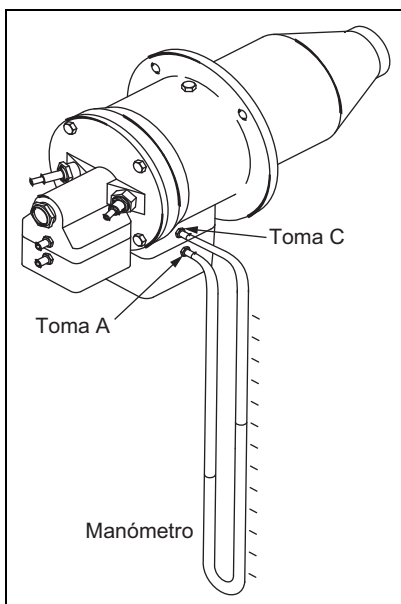

Figura 4.2. Ajuste del aire de fuego alto
3. Ajuste el aire de fuego alto utilizando las instrucciones de un sistema de un solo quemador o de un sistema de varios quemadores a continuación. (Consulte la Figura 4.2)
## Paso 2: Ajuste del aire de fuego alto (Figura 4.2)